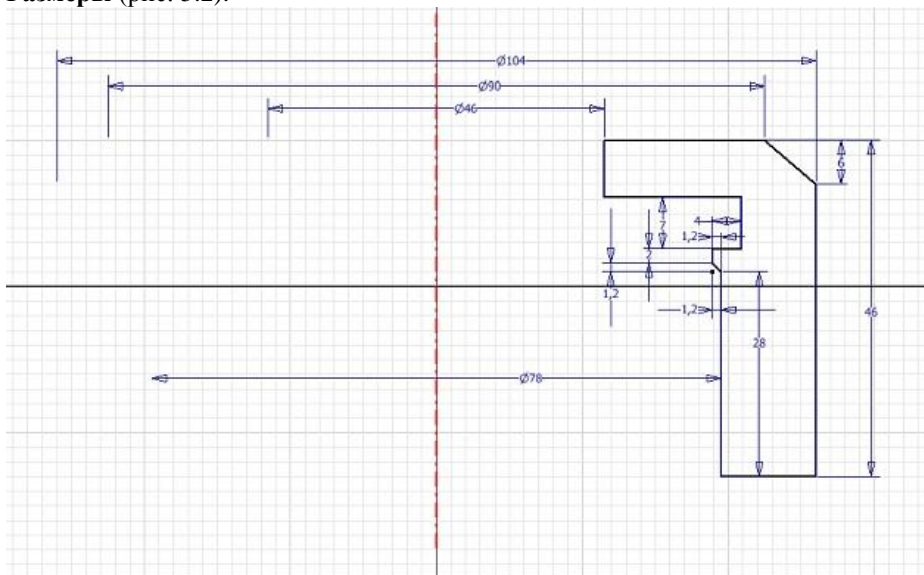

Рисунок 5.2 – Эскиз гайки
- Самостоятельно постройте эскиз при помощи команд **Отрезок**, **Размеры** (рис. 5.2).